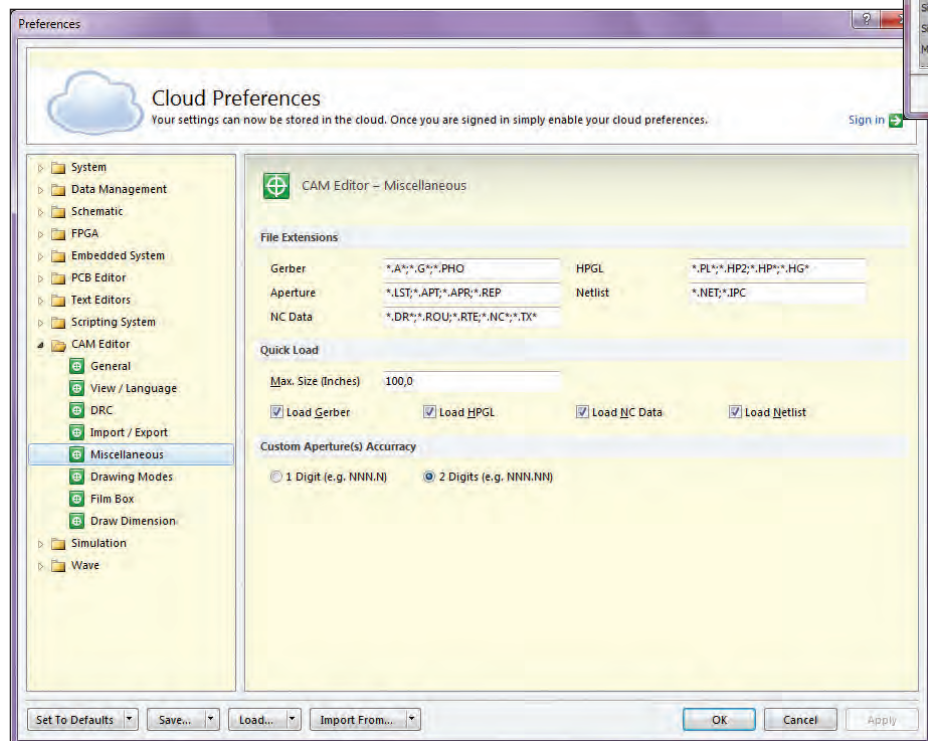

Рис. 4. Закладка *Miscellaneous* раздела *CAM Editor* окна системных настроек
*Miscellaneous* (рис. 4). В поле *File Extensions* перечисляются расширения, опираясь на которые AD осуществляет выбор файлов для загрузки. Если предполагается загрузка gerber-файлов или файлов сверления с иными расширениями, то их стоит прописать в соответствующие окошечки. В поле *Quick Load* настраиваются опции одноименной команды – максимальный размер платы и тип загружаемых данных. В поле *Custom Aperture(s) Accuracy* указывается по умолчанию, какая используется точ-
Данная команда предназначена для пакетной загрузки технологических файлов. В окошке *Select Import Directory* необходимо указать папку, содержащую нужный набор данных. Путь к ней можно задать как вручную, так и нажав расположенную справа кнопку. После указания папки ее содержимое отобразится в окне *File(s) in Directory*. По умолчанию в данном окне отображаются файлы, выбранные программой AD в соответствии с системными настройками (см. рис. 4). При необходимости открыть в этом окне все содержимое выбранной папки, можно воспользоваться расположенным внизу выпадающим меню. Команда